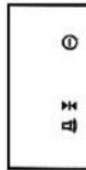

Fig. 7
**Nota:** La pantalla LCD aún tendrá iluminados los indicadores de encendido, detección y sonido (Fig 7).